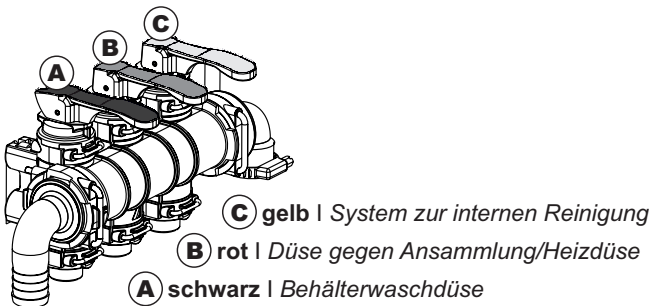

Abb. 5
- **BEI GESCHLOSSENEM DECKEL** etwa fünf Liter Wasser einfüllen und dabei den **gelben Hebel** heben (C, Abb. 5);
- den Behälter **GUT FESTHALTEN** und den Strahl anhand des **schwarzen Hebels (A, Abb. 5 + Abb. 6b)** betätigen, um so den Behälter gründlich zu waschen.
- Den **gelben Hebel C** (Abb. 5) heben, damit die für eine richtige Vormischung erforderliche Wassermenge eingefüllt werden kann.
- Den **gelben Hebel C** senken (Abb. 5).
Alle drei Hebel (A, B + C, Abb. 5) anheben: Auf diese Weise werden sämtliche Düsen in Betrieb gesetzt, um die Innenwände zu waschen.
An dieser Stelle ist jeglicher Wasserfluss im Mixer zu unterbrechen, dies indem **alle drei Hebel (A, B + C, Abb. 5) gesenkt werden.**